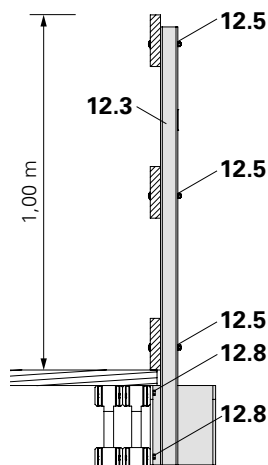

Fig. A1.34a
2. Fijar con tirafondos (6x) 6 x 80 DIN 571 (12.8) a la viga de plataforma exterior, previamente perforada. (Fig. A1.34a)